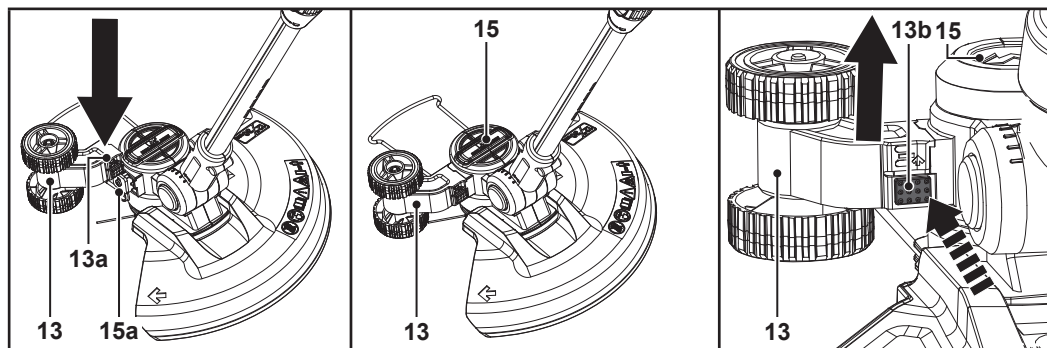

Fig. 2
1. Aliniaza fantele de glisare (13a) de pe accesoriul pentru margini (13) cu suportul (15a) de pe capul de tăiere (15) (fig. 2).
2. Glisează accesoriul pentru margini (13) și asigură-te că se fixează în poziție (fig. 2).
3. **Demontarea:** Apasă butonul de eliberare (13b) și scoate accesoriul pentru margini (13) din suport (15a) (fig. 2).